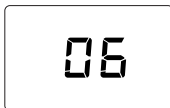

fig. 4 - Accensione / Versione software
- Durante i primi 5 secondi il display visualizza la versione software della scheda (fig. 4).